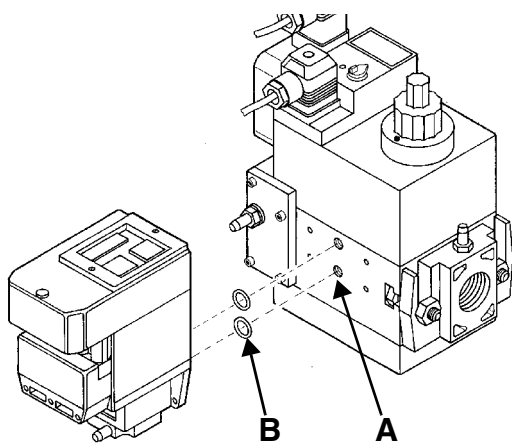
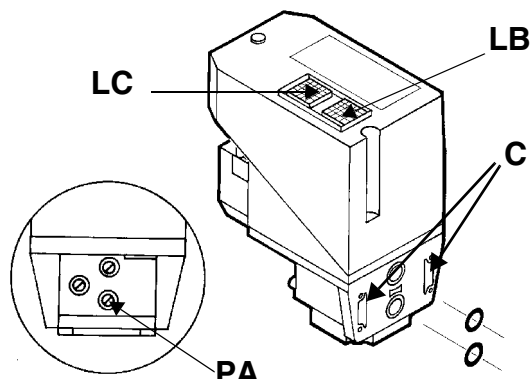

Рис. 15
Рис. 16
- 3). снять крепежные винты группы Multibloc (Рис. 15-A)
4). вставить уплотнительные кольца (10,5x2,25) в VPS 504 (Рис. 16-В, Рис. 15-В)
5). закрутить 4 винта блока контроля герметичности (M4x16) Рис. 15-С.
Для проверки работы, подсоедините манометр к штуцеру для отбора давления PA (Рис. 16). Если проверка завершилась положительно, через несколько секунд загорается жёлтая лампочка LC (желтая). В противном случае загорается красная лампочка блокировки LB. (красная). Чтобы перезапустить горелку, необходимо разблокировать блок управления нажатием на светящуюся кнопку LB.